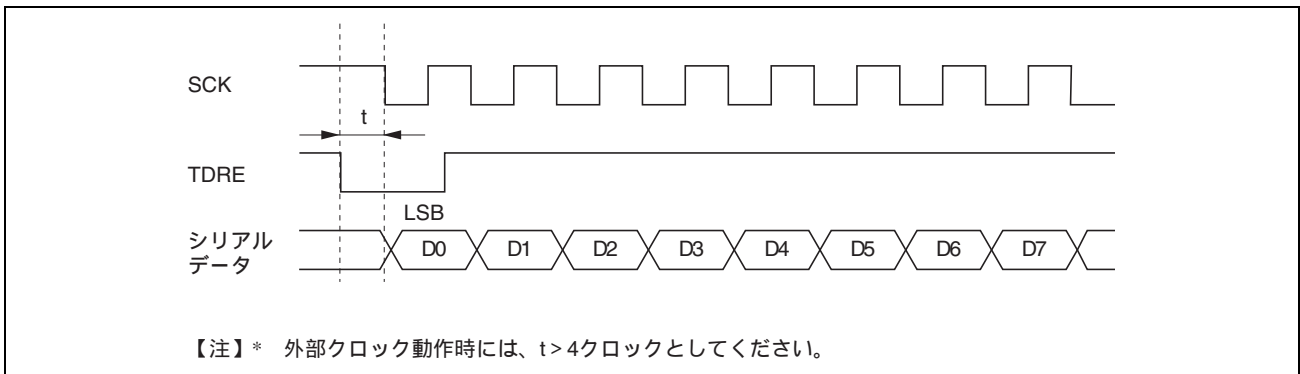

図 12.27 DTC によるクロック同期式送信時の例
(8) DMAC または DTC 使用上の制約事項
- (a) 同期クロックに外部クロックソースを使用する場合、DMACまたはDTCによるTDRの更新後、クロックで5クロック以上経過したあとに、送信クロックを入力してください。TDRの更新後4クロック以内に送信クロックを入力すると、誤動作することがあります(図12.27)。